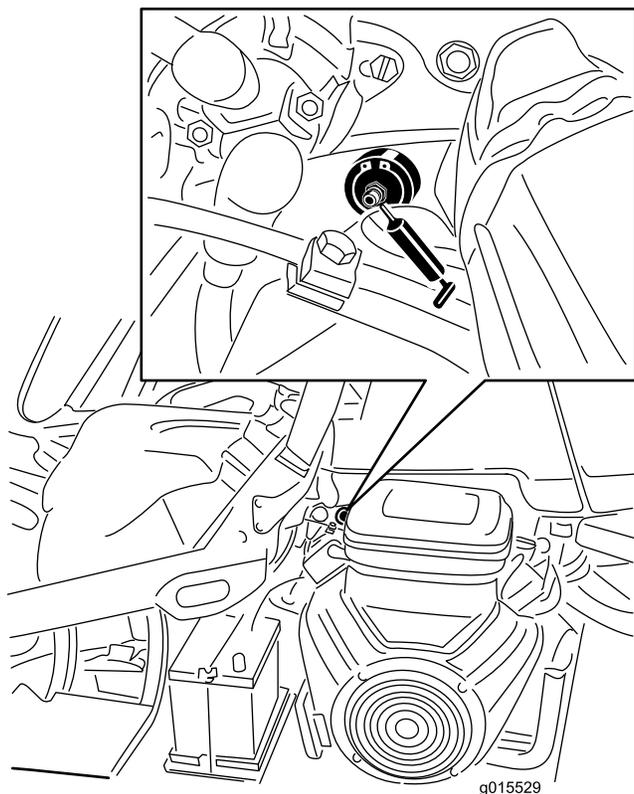

Figura 25
1. Limpie el punto de engrase para evitar que penetre materia extraña en el cojinete o el casquillo (Figura 25).